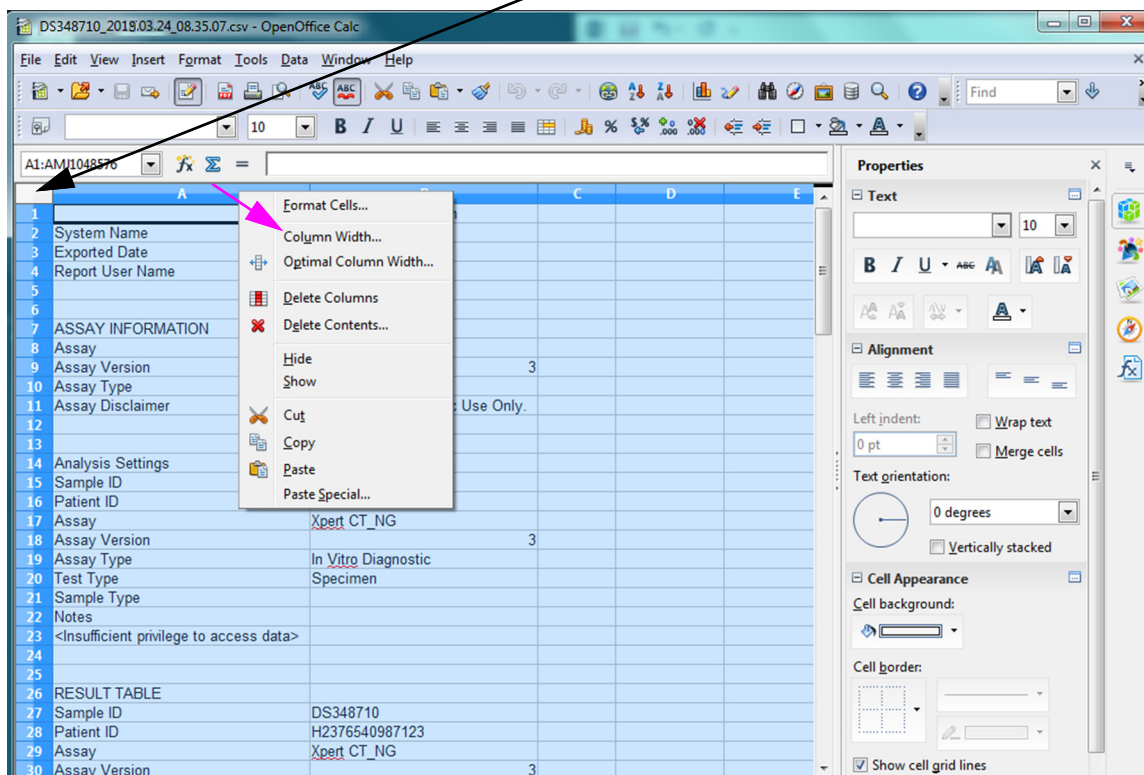

Figura 5-66. Menu a discesa per selezionare la larghezza delle colonne
7. Viene visualizzata la finestra di dialogo Column Width (Larghezza colonne). Vedere la Figura 5-66.